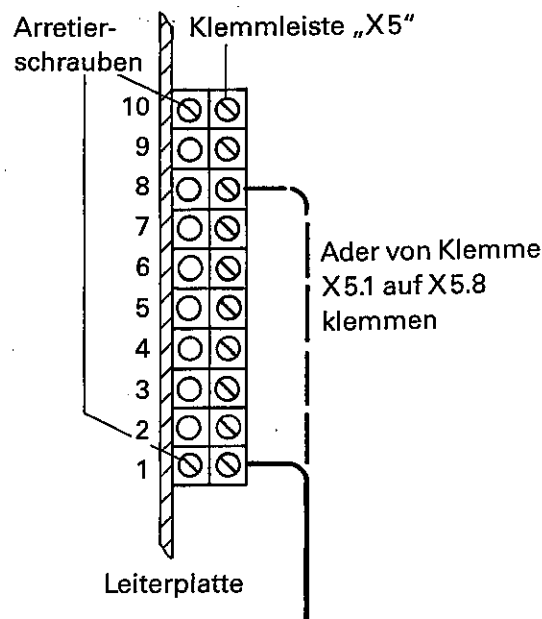

Abb. 51
5. Arretierschrauben der Klemmleiste (Abb. 51) lösen.